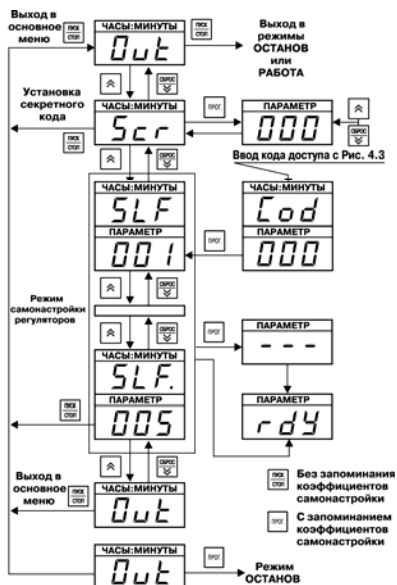

Рис. 4.5. Схема, поясняющая работу на уровне L3
4.2.5.1. На рис. 4.5 изображена схема, поясняющая программирование на уровне L3, где задаются значения параметров автонастройки ПИД-регуляторов.
На индикаторе «ПАРАМЕТР» во время процедуры автонастройки высвечиваются прочерки «---», по ее окончании появляется сообщение «*rdy*» (сокр. англ. «ready» - готово) (см. рис. 4.5).